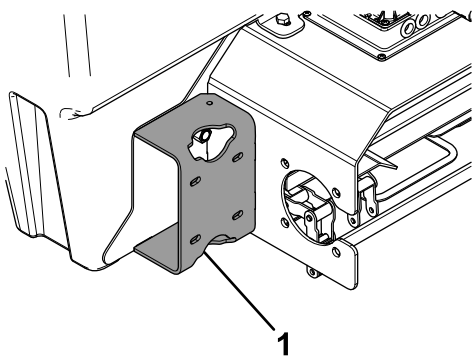

**Bild 17**
14. Entfernen und entsorgen Sie Antriebswellenbaugruppe (**Bild 17**).